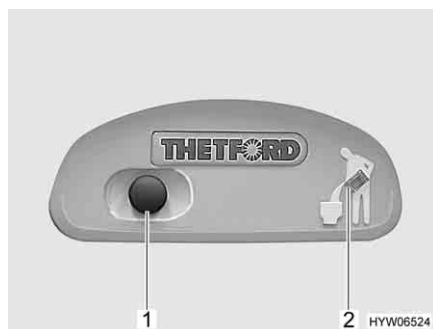
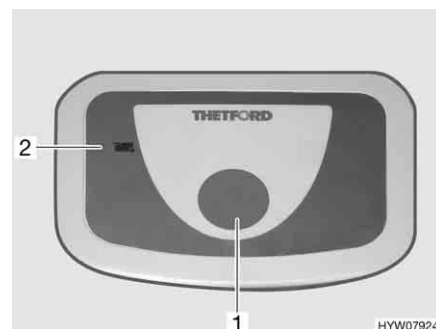

Fig. 156 Pulsante dello sciacquone/spia di controllo toilette Thetford
Fig. 157 Pulsante dello sciacquone/spia di controllo toilette Thetford (alternativa)
- Per sciacquare premere il pulsante blu (Fig. 156,1 o Fig. 157,1).
Quando la cassetta Thetford è piena e deve venire svuotata, la spia di controllo (Fig. 156,2 o Fig. 157,2) si accende.